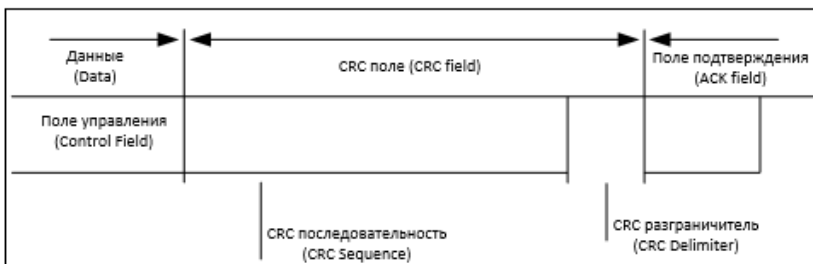

Рис. 1.4. Поле контрольной суммы фрейма данных
– **Поле контрольной суммы (Cyclic redundancy check (CRC))**. Поле CRC (рис. 1.4) содержит циклический избыточный код, служащий для обнаружения ошибок во всех предшествующих ему полях фрейма, включая бит начала фрейма. Каждый принимающий узел подсчитывает значение CRC для каждого полученного сообщения. Если подсчитанное значение CRC суммы не совпадает со значением CRC в теле сообщения, принимающий узел генерирует ошибку CRC Error.